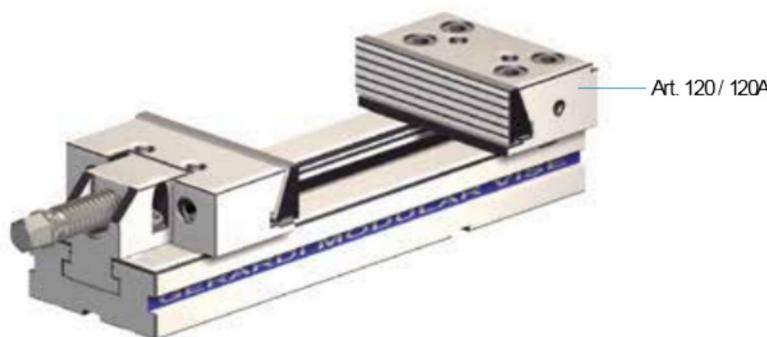

Fig.1 | Pic. 1
- 1- Assicurarsi che la morsa sia correttamente posizionata e ancorata alla tavola della macchina e che la ganascia *è* Art. 120 / 120A sia correttamente fissata. (Fig. 1)